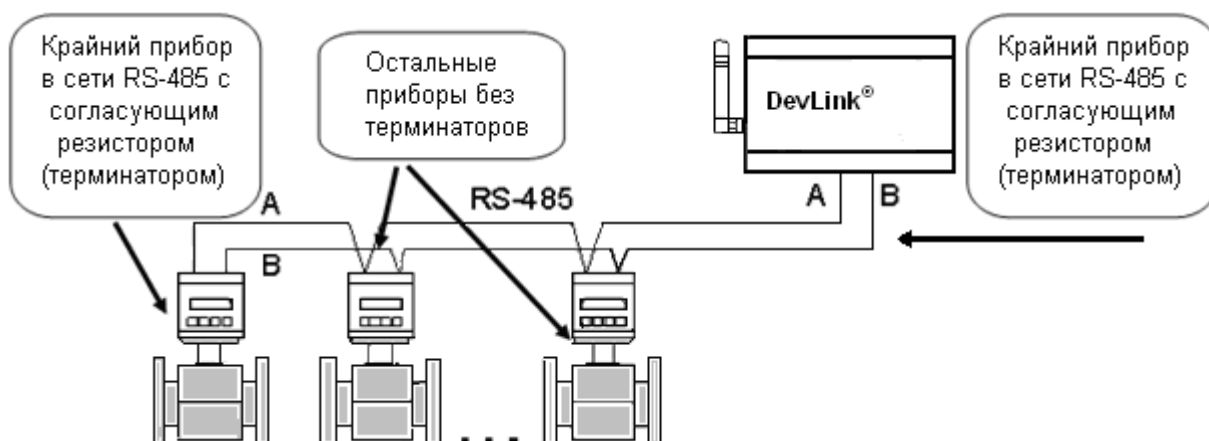

Рисунок 6 – Пример подключения к контроллеру **DevLink®** сети RS-485
- **DevLink®** должен быть крайним звеном в цепи приборов, объединенных в сеть RS-485 (не должен включаться в разрыв цепи RS-485, рисунок 6).